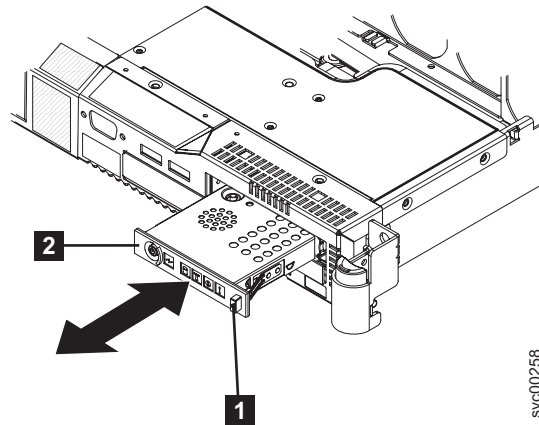

図212. SAN ボリューム・コントローラー 2145-8G4 オペレーター情報パネル
9. オペレーター情報パネル **2** 前面の解放ボタン (259 ページの図 212 の **1**) を押して、所定の位置にロックされるまで前方に引っ張ります。